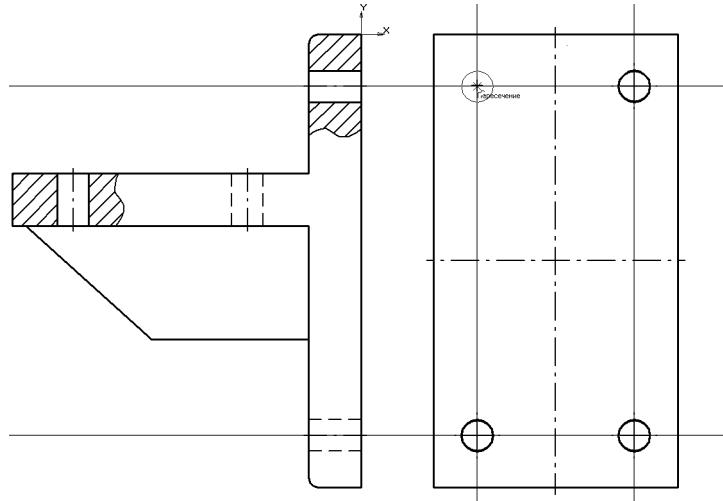

Рис. 54.22. Построение окружностей
- 2.6. Используя глобальную привязку **Пересечение**, укажите положение центров отверстий в точках пересечения вспомогательных линий (рис. 54.22).